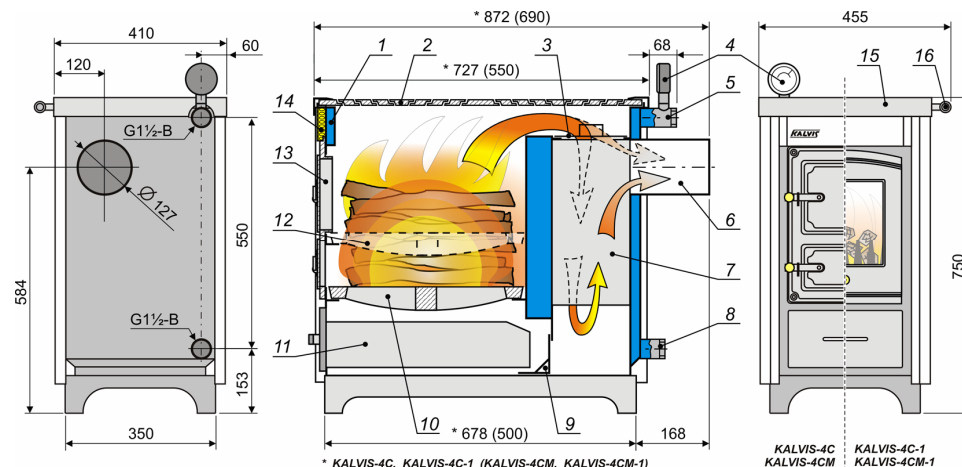

Рис. 1
Корпус котла (1) (см. рис.1) сварен из листовой стали и имеет полости, в которых подогревается вода. Под колосниками (10) расположено камера для сбора золы. В передней части котла смонтированы чугунные дверки топки (13) и зольник (11). Верхняя часть корпуса котла закрыта варочным настилом с конфорками (2).